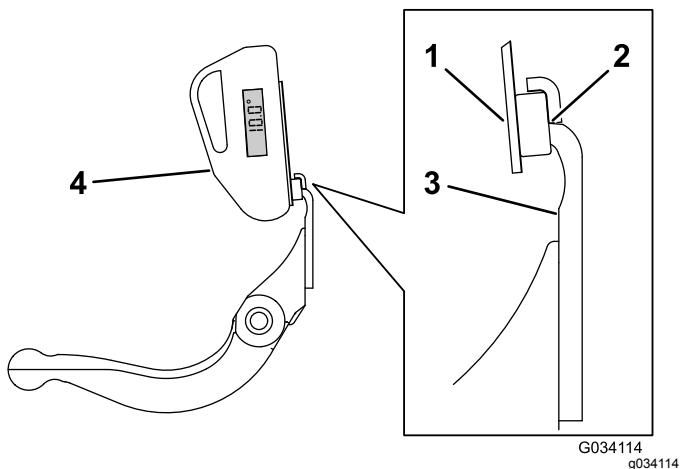

**Figura 25**
1. Coloque el indicador de ángulo en el lateral inferior de la contracuchilla, tal y como se muestra en la Figura 25.